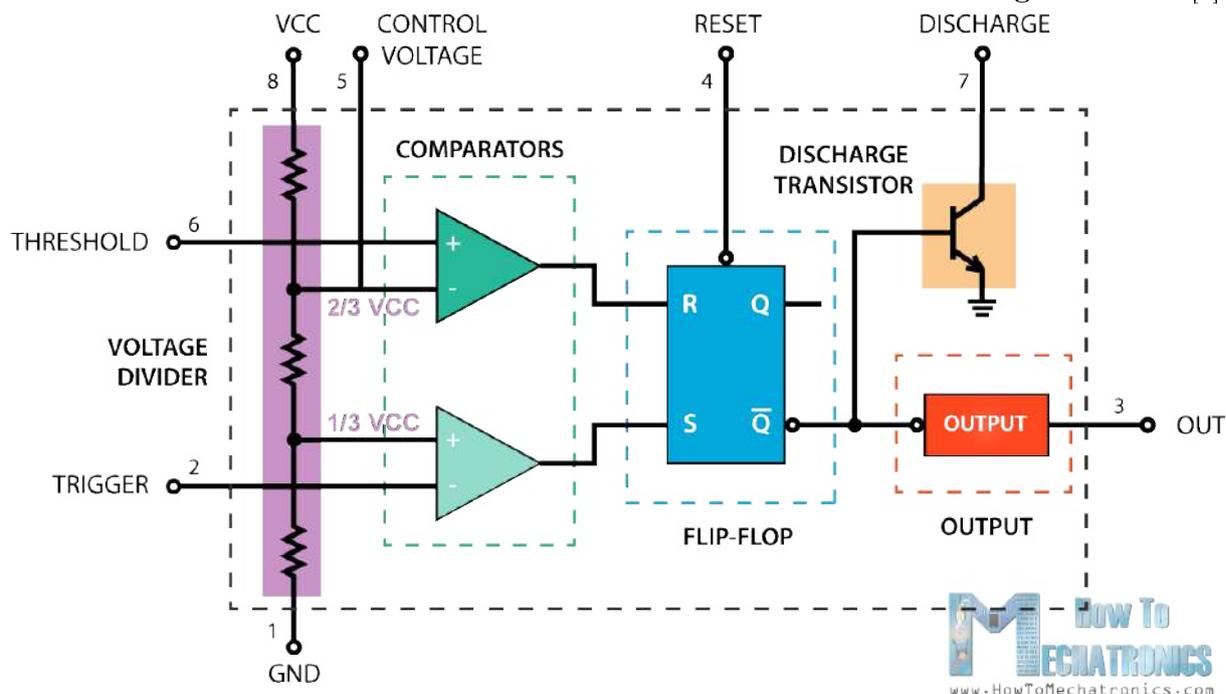

Abbildung 20: Vereinfachtes Blockschaltbild des 555 Timers [1]
In Abbildung 20 sehen Sie das vereinfachte Blockschaltbild nochmal vergrößert dargestellt. Der 555 Timer besitzt 8 Pins, wobei zwei davon selbsterklärend sind. Diese sind die Versorgungsspannung (8) und Ground Potential (1). Die Pins Trigger (2) und Threshold (6) sind jeweils zu den Eingängen von zwei Komparatoren verschaltet. Die Komparatoren haben ebenfalls eine Verbindung zu $2/3$ bzw. $1/3$ der Versorgungsspannung, dank des Spannungsteilers (dargestellt in lila). Wie die Begriffe vielleicht schon verraten, kann man mit diesen Pins Signale gegen Schwellwerte (Stichwort Threshold) vergleichen (Stichwort Komparatoren). Die Ausgänge der zwei Komparatoren gehen in ein Flipflop rein. Das Flipflop ist ein sehr wichtiger Logikbaustein, das seine Ausgänge setzen und zurücksetzen kann. Dabei arbeitet es mit Logikzuständen wie ja/nein, was in der Schaltung einer bestimmten Spannung entspricht. Pin (4) kann zusätzlich das Flipflop extern zurücksetzen. Der negierte Ausgang \bar{Q} des Flipflops ist sowohl mit der Ausgangsstufe (3), als auch mit dem Entladetransistor verbunden. Der letztere kann verwendet werden, um angeschlossene Kondensatoren durch Pin Discharge (7) zu entladen. Zu guter Letzt bleibt noch der Control Voltage (5) Pin. Dieser kann benutzt werden, um die $2/3$ der Versorgungsspannung abzugreifen oder eine andere Spannung vorgeben, um das Ausgangssignal (3) per Frequenzmodulation zu variieren.